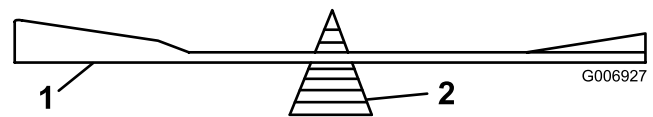

Bild 36
2. Überprüfen Sie die Auswuchtung jedes Messers auf einer Ausgleichsmaschine (Bild 36). Wenn das Schnittmesser in seiner horizontalen Position bleibt, ist es ausgewuchtet und kann wiederverwendet werden. Feilen Sie, wenn das Schnittmesser nicht ausgewuchtet ist, an der Rückseite des Messers etwas Metall ab. Wiederholen Sie diesen Vorgang, bis das Messer ausgewuchtet ist.